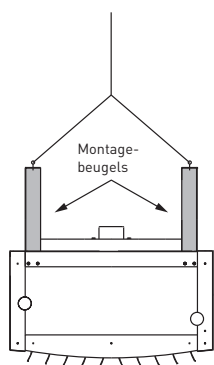

Fig. 8
T.b.v. plafondmontage kunnen hijsogen (M8) gemonteerd worden van de montagebeugels (fig. 8).